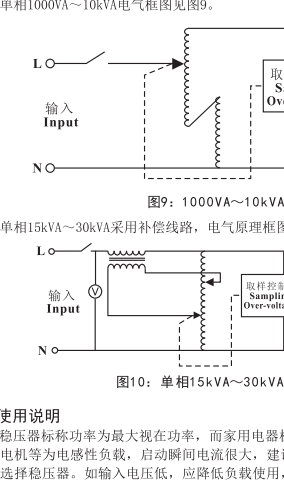

图5: 后板部分:
3.4 TND₂-2000VA高精度全自动稳压器后板外形见图5: